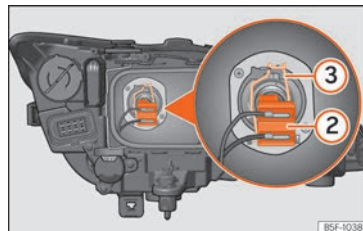

Abb. 55 Ablendlicht
- Ziehen Sie den Stecker »» **Abb. 55 ②** von der Lampe ab.
- Nehmen Sie die Haltefeder » **Abb. 55** ③ durch Eindrücken und Rechtsdrehung ab.